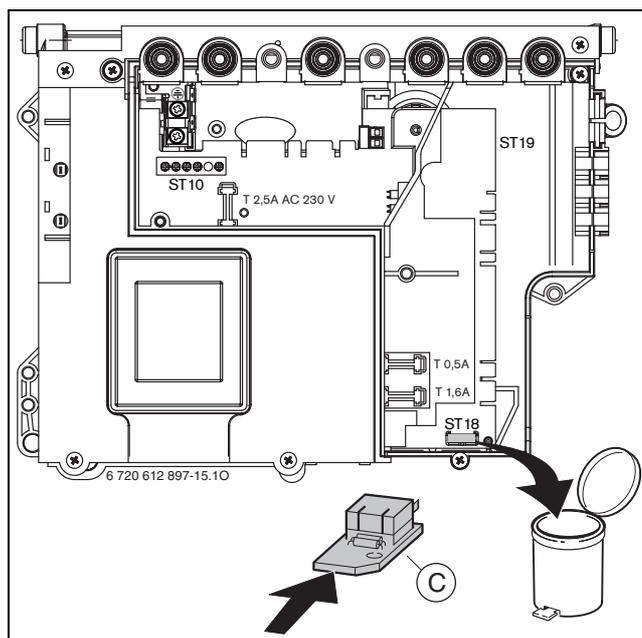

Fig. 37
- ▶ Cambiare la chiave di codifica (→ fig 37).